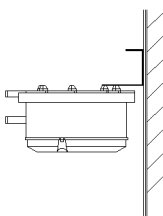

图 3
- 只能图 3 方式安装时 (不推荐此方式安装) 开关值约小于刻度指示值 10Pa。